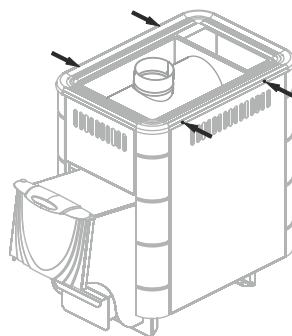

Рисунок 9. Демонтаж рамки конвектора печи «Шилка Б»
2. Снять рамку конвектора, открутив 4 самореза (рисунок 9)